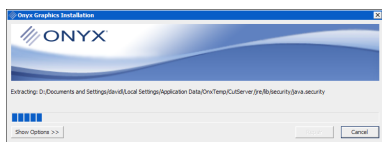

Рис. 1. Экран программы установки
4. Прочтите лицензионное соглашение, подтвердите свое согласие и щелкните кнопку **Установить**. После этого начинается процесс установки (см. рис. 1).